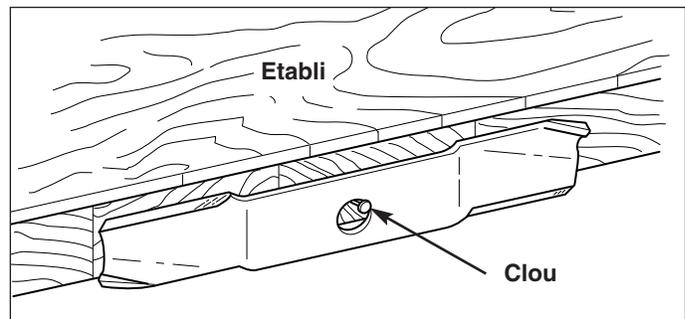

Figure 18. Equilibrage de la lame
5. Equilibrer la lame comme illustré à la Figure 18. Centrer le trou de la lame sur un clou lubrifié d'une goutte d'huile. Une lame équilibrée doit rester à l'horizontale.